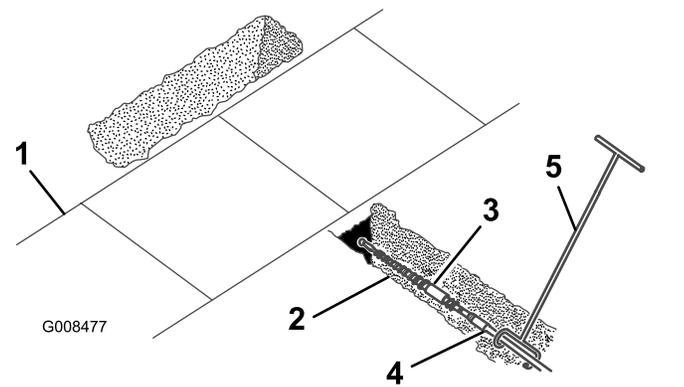

Bild 27
7. Bewegen Sie die Zugmaschine langsam vorwärts, während die Person mit dem Stangenführungswerkzeug den Bohrer in den Boden führt (Bild 27).
4. Bringen Sie die Stangenführung an der Stange direkt hinter dem Bohrer an (Bild 27).